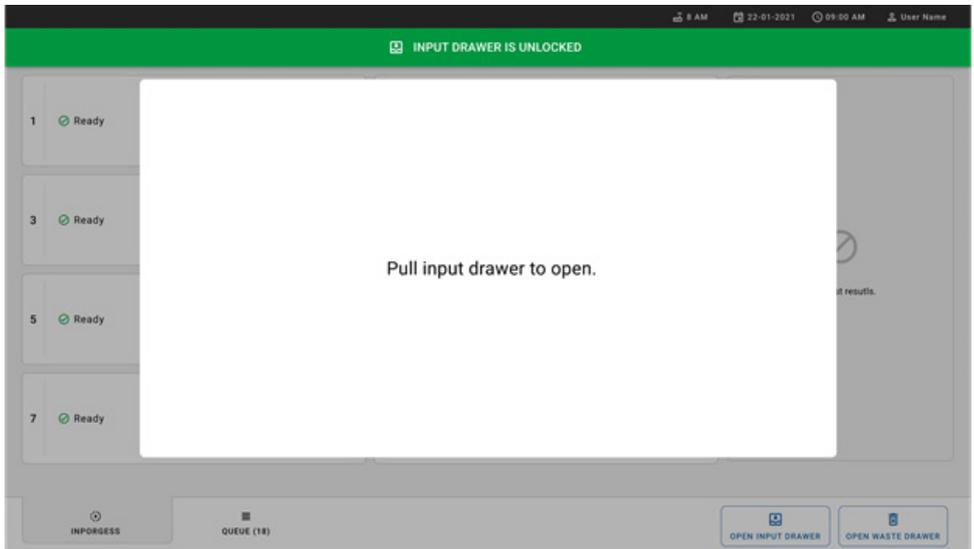

Figura 22. Cuadro de diálogo de apertura del cajón de entrada.
6. Cuando se le indique, tire del cajón de entrada para abrirlo (figura 22).